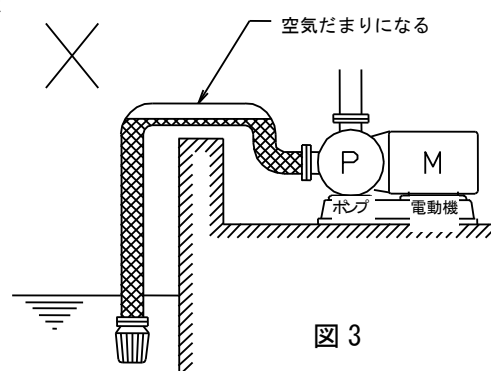

図 3
- (c) 吸込配管は、空気だまりが出来ないように、ポンプに向かって登り勾配 (1/100 以上) にしてください。配管の途中に、空気だまりになる凸部を作らないようにしてください(図3)。空気だまりのために揚水できなかつたり、空運転になって、ポンプ内しゅう動部を焼きつかせるおそれがあります。また、空気を吸込まないように、継手など入念に取付けてください。